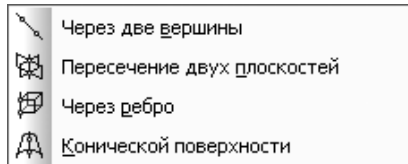

Рис. 8.162. Всплывающее меню пункта **Ось** выпадающего меню пункта **Операции** главного меню
- щелкните в главном меню по пункту **Операции**, а затем в выпадающем меню по пункту **Ось**. Появится всплывающее меню (рис. 8.162);
- щелкните в главном меню по пункту **Операции**, а затем в выпадающем меню по пункту **Ось**. Появится всплывающее меню (см. рис. 8.162);